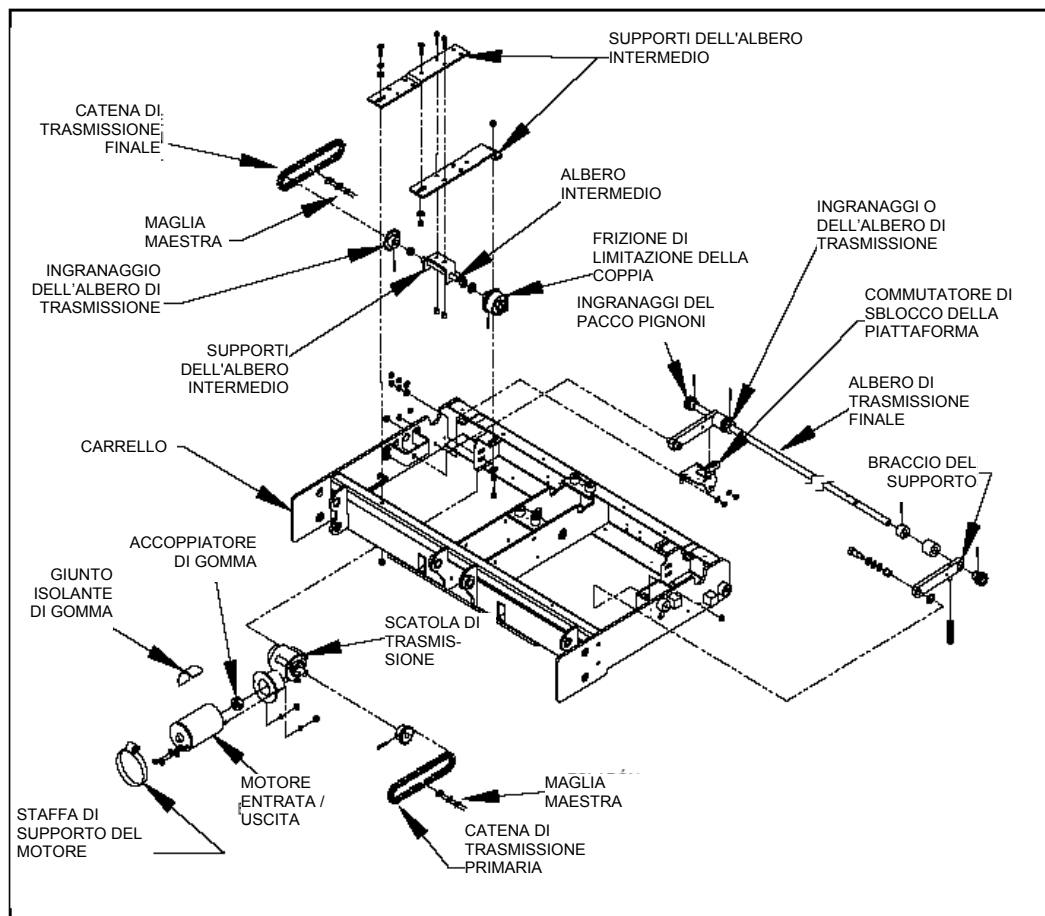

FIGURA 4-17: COMPONENTI DEL SISTEMA DI STIVAGGIO
Consultare la **Figura 4-17**. Il sistema di stivaggio spinge il telaio di spostamento (carrello, telaio di sollevamento e piattaforma) verso l'esterno o l'interno. Questa sezione descrive i principali elementi del sistema, ivi incluse le loro modalità di funzionamento, estrazione e riposizionamento in sede e le loro regolazioni.
- 6) Vedere la Figura 4-17. Allentare i dadi di fissaggio della scatola di trasmissione al carrello.
- 4) Consultare la Figura 4-17. Posizionare la maglia maestra nella parte inferiore centrale della sua corsa spostando in avanti o indietro il gruppo del carrello (utilizzare le funzione di spiegamento e stivaggio).
- 4) Consultare la **Figura 4-17**. Posizionare la maglia maestra nella parte inferiore centrale della sua corsa spostando in avanti o indietro il gruppo del carrello (utilizzare le funzione di spiegamento e stivaggio).
- 1) Vedere la **Figura 4-17**. Verificare che le due viti di fissaggio del supporto di montaggio dell'albero intermedio al carrello siano state allentate.
- 1) Vedere la **Figura 4-17**. Allentare la staffa di supporto del motore che fissa il gruppo motoriduttore al relativo sostegno.
- 3) Vedere la **Figura 4-17**. Allentare i dadi di fissaggio del gruppo motoriduttore al carrello.